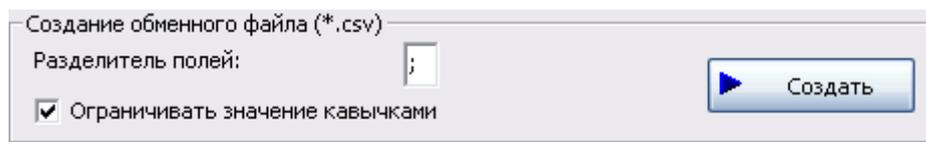

Рис. 13-20
- Группа полей **Создание обменного файла (*.csv)** предназначена для настройки формирования отчета в формате csv (рис. 13-20).